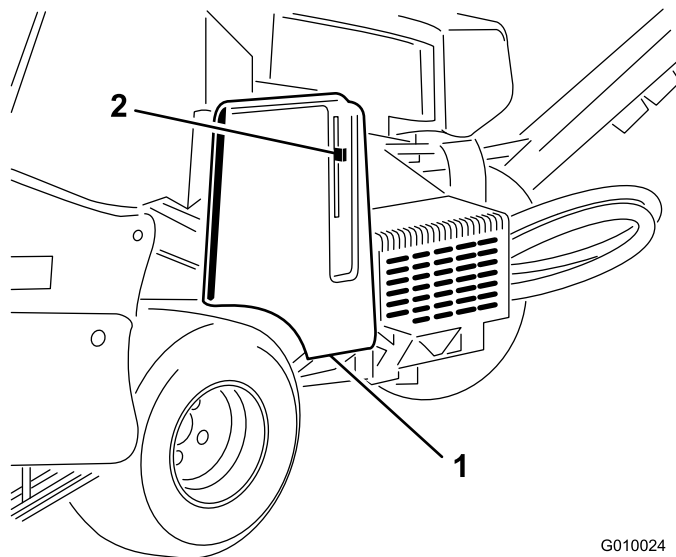

Рисунок 60
2. Расфиксируйте и снимите крышку ремня (**Рисунок 60**).